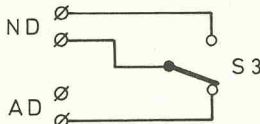

Bild 7. Mit Schalter S3 kann zwischen den Betriebsarten 'anschlagdynamisch' und 'nichtdynamisch' umgeschaltet werden.
- Schalter S3 wird, falls verwendet, durch kurze Drähte mit der Platine laut Bild 7 verbunden.